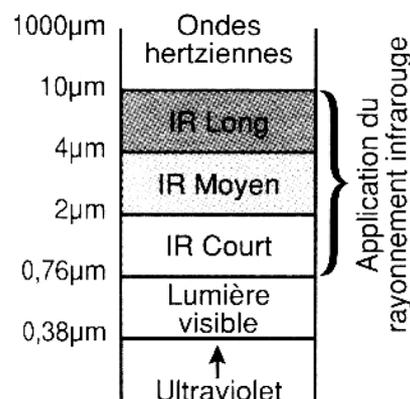

Figure 2.16 – Répartition des rayonnements infrarouges (IR) dans le spectre des fréquences
On distingue trois domaines de longueur d'onde pour les infrarouges (IR) (figure 2.16).